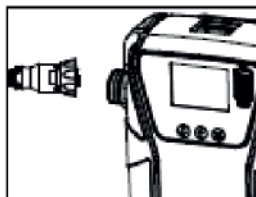

Figura 2
2. Ligue o conetor elétrico à bateria (Figura 2).